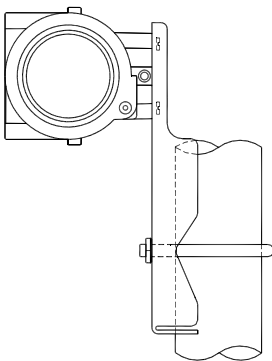

图2.1 平支架管装
**平支架管装**的典型安装方式如图 2.1 所示。用所提供的 4 个螺栓将变送器固定于管装平支架上,再通过 U 型螺栓将管装平支架固定于  $\Phi 50\text{mm}$  左右的垂直管上。